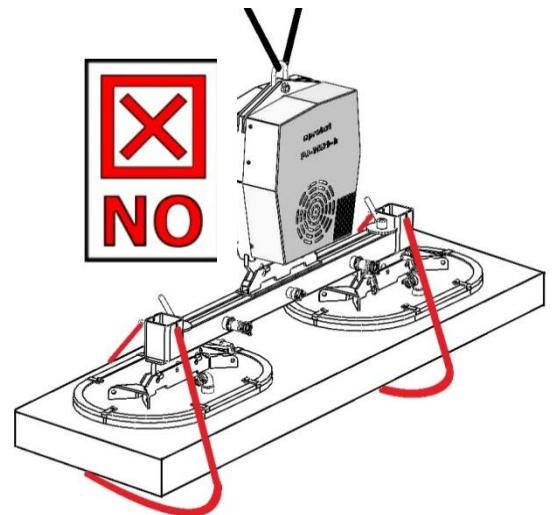

Abb. 2
Ein ungleiches Positionieren der Saugplatten ist nicht erlaubt (siehe Abbildung 2)!
- Sicherheitskette darf **NIEMALS locker** unter der Last hängen, da sonst Last bei Vakuumausfall/Verlust (z.B. bedingt durch Energieausfall) herunterfallen kann (Abb. 2).